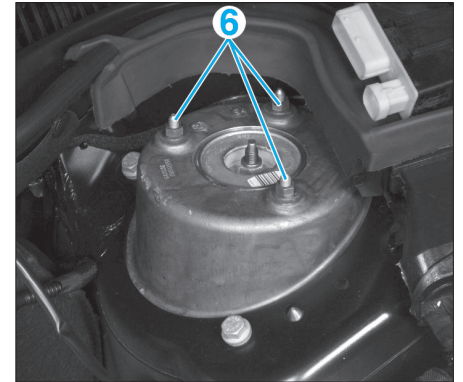

Fig. 8
- les écrous de fixation supérieure (6) de l'élément de suspension (Fig.8),